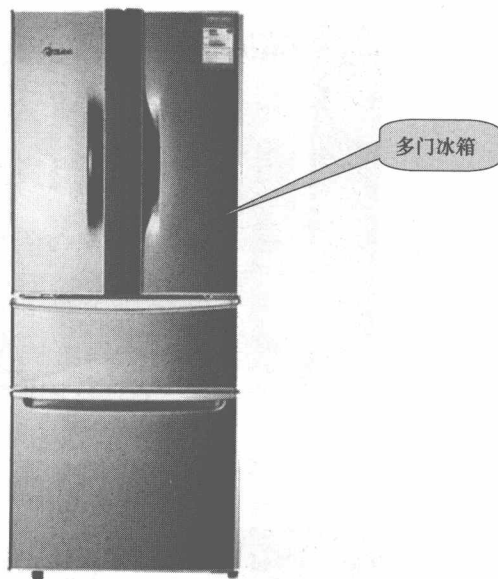

图 1-4 多门冰箱
③ 多门电冰箱是指箱门分为上、中、下 3 扇门或 4 扇门（或更多扇门）的电冰箱。实际上，它们的基本结构与双门电冰箱相同，只是设置了不同温度的单独冷藏室，各自开门，使用更加方便。例如将双门电冰箱下部的果菜盒另辟为一室，就称为“果菜室”，安排在最下面的门内，就称为三门电冰箱。在三门电冰箱的基础上增加了一个专供储藏新鲜鱼、肉的“冰温室”，使它的室内温度保持在 $-3\sim 0^{\circ}\text{C}$ ，就成为四门电冰箱，如图 1-4 所示。